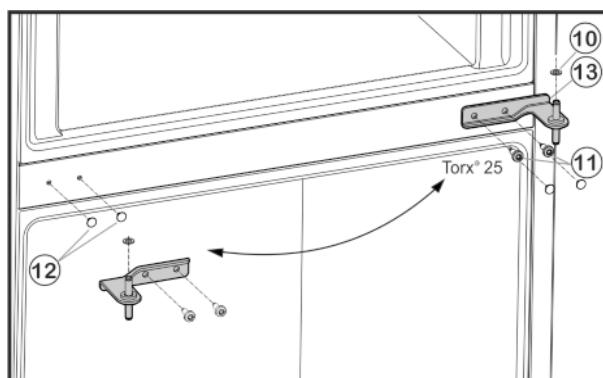

Fig. 6
- Oprezno skinite poklopce Fig. 6 (12) i ponovo ih postavite na suprotnoj strani.